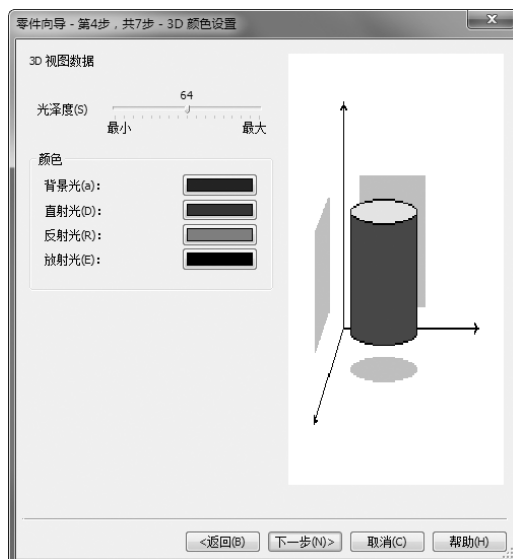

图 14-47 3D 视图设定界面
3) 单击“下一步”按钮，进入 3D 视图设定界面，如图 14-47 所示。在这里颜色使用默认设置，以便于区分。